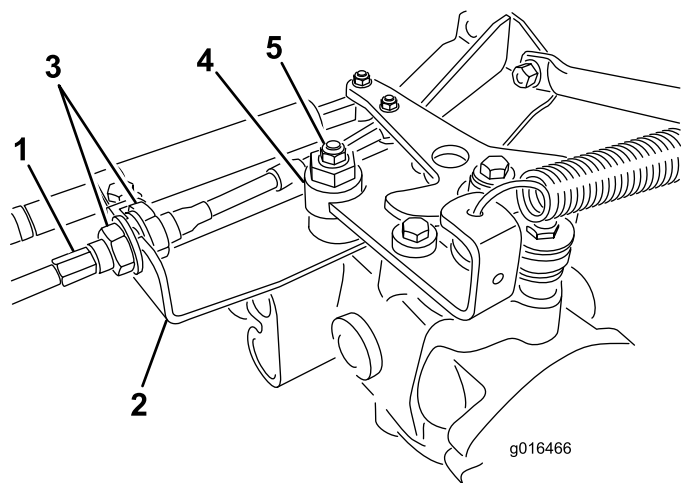

図 41
- A. 走行ケーブルを油圧トランスミッションのバルクヘッドに取り付けているジャムナット 図 41 を両方ともゆるめる。調整ができるよう、ジャムナットは十分に、また均等にゆるめること。
注 偏芯ナットをトランスミッション上部に止めているナット図 41をゆるめる。
- E. 調整ができれば固定ナットを締める図 41。
- G. バルクヘッドのそれぞれの側から、ロックナットを均等に締め付けて、ケーブルを固定する図 41。ケーブルをねじらないように注意すること。